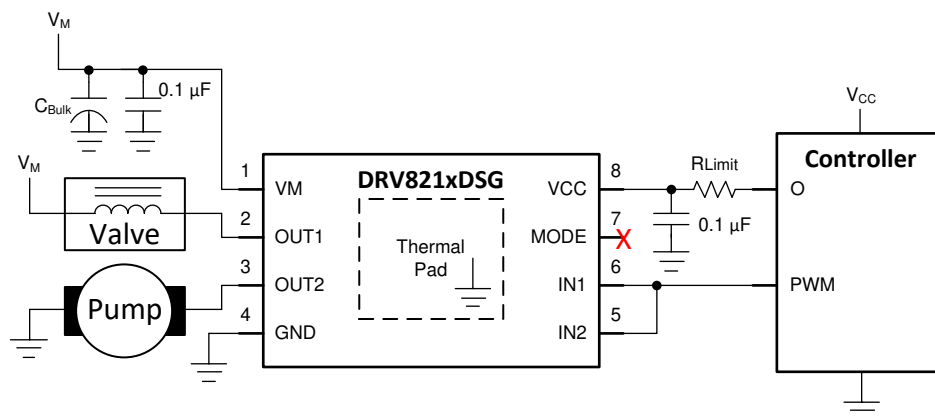

图 6-2. 半桥模式用作两个负载的高侧和低侧驱动器
2. 将一个直流电机连接至 OUT1 和 GND 之间。如有需要，可将另一个直流电机连接至 OUT2 和 GND 之间。请参阅下面的图 6-2 查看图表。